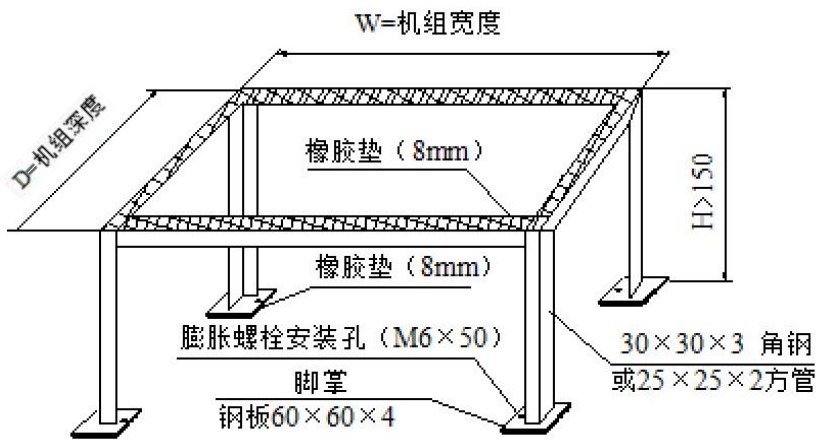

图 2.4.4 室内机安装底座外形尺寸
1.将安装底座固定在选定的室内机安装位置上，安装底座外形及其尺寸如图 2.4.4 所示。
- 2.在底座上铺上一层 8~10mm 厚的橡胶垫，如图 2.4.4 所示。